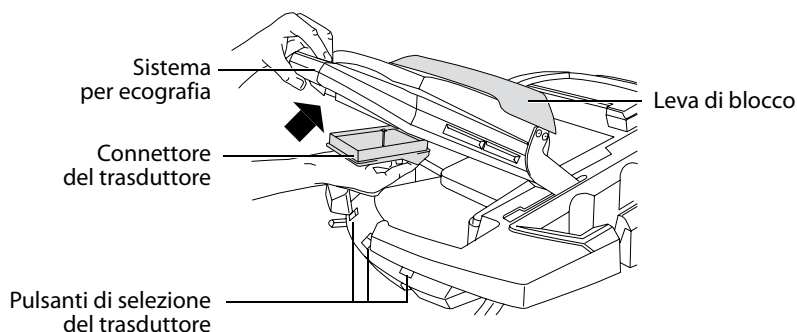

Figura 6 Collegamento del connettore del trasduttore al sistema
- Per selezionare un trasduttore, premere il pulsante di selezione del trasduttore sul TTC. Vedere Figura 6 a pagina 15.